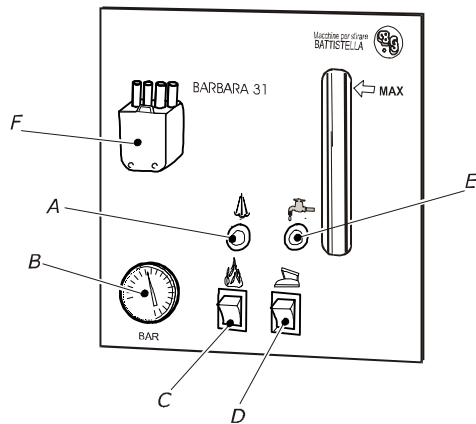
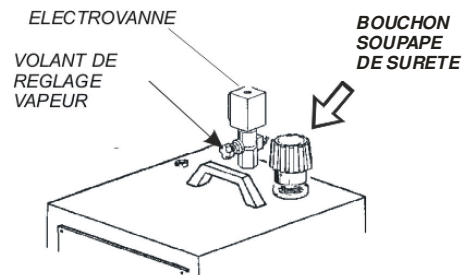
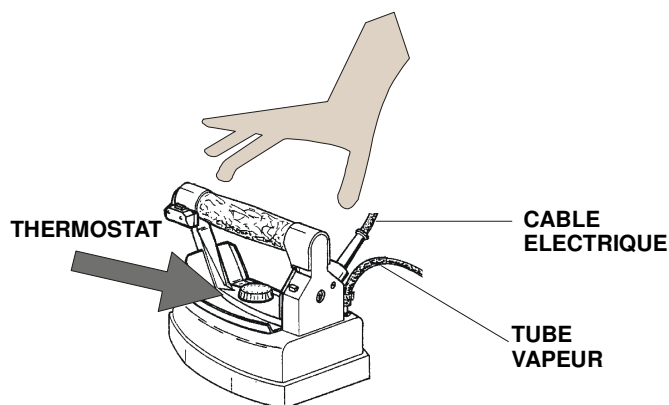
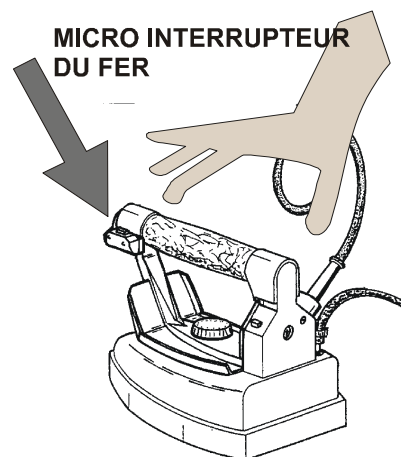

Fig. 2
Fig. 3
Fig. 5
Fig. 6
3. Allumer la chaudière (fig. 2 : C). Cinq minutes après, allumer le fer (fig. 2 : D) et régler le thermostat (fig. 5) sur "coton".
4. Attendre que le témoin chaudière s'éteigne (fig. 2 : A); le manomètre devrait indiquer 2,8 BAR à peu près (fig. 2 : B). Après prendre le fer par le manche en liège et appuyer sur la touche rouge (fig. 6) 3 ou 4 fois, en faisant sortir la vapeur. Il faut s'assurer que la vapeur soit bien saturée (en s'appuyant sur le micro interrupteur du fer, dirigé vers le bas). En plus, on peut régler la quantité de vapeur désirée en tournant le volant de réglage vapeur (fig. 3) situé dans l'électrovanne. Maintenant, le fer est prêt pour le repassage. Pendant le travail, le témoin chaudière s'allume et s'éteint continuellement (fig. 2 : F).
4. **Il ne faut jamais remplacer le bouchon-souape (fig. 3) avec des bouchons de nature différente. N.B.: le bouchon-souape est calibré à 4,5 BAR et, en plus, il a la fonction de soupape de sûreté.**
1. Passer le fer sur les pièces s'appuyant sur la touche rouge de la vapeur à intervalles réguliers. Pour un bon repassage, on conseille de positionner le thermostat du fer (fig. 5) sur « coton ».
4. Pour le repassage à sec, on peut régler le thermostat (fig. 5) sur différentes positions selon le type de tissu (se rapporter aux indications dans les pièces). Pour le repassage à vapeur, régler le thermostat sur « coton » ou « lin ».
5. Quand on utilise une table qui n'est pas aspirante, des taches d'eau circulaires pourraient se former à cause de la vapeur condensée. Pour éviter ce problème, ajoutez un feutre sous le normal rembourrage et réglez le flux de vapeur au minimum en tournant le volant de réglage vapeur (fig. 3).
Si l'eau termine pendant le repassage, le témoin « sans eau » s'allume (fig. 2 : F). Il faut donc éteindre BARBARA 31 en détachant le courant; tourner de 360° le bouchon-souape (fig. 3) et attendre que la vapeur sorte complètement (le manomètre doit marquer 0 BAR). Dévisser le bouchon avec attention et attendre quelques minutes. Ravitailler la chaudière en eau jusqu'au niveau MAX (4.1). Visser le bouchon
à nouveau (fig. 1), allumer BARBARA 31 et attendre que le témoin chaudière s'éteigne (fig. 2 : A). Maintenant le fer est prêt pour le repassage.
3. On conseille de remplacer le bouchon-soupape chaque 2500 hrs. de travail ou 3 années au maximum (fig. 3). On doit effectuer cette opération avec BARBARA 31 éteinte et froide et le manomètre doit marquer 0 BAR.
3. le tube vapeur et le câble du fer quand ils sont endommagés (fig. 5).